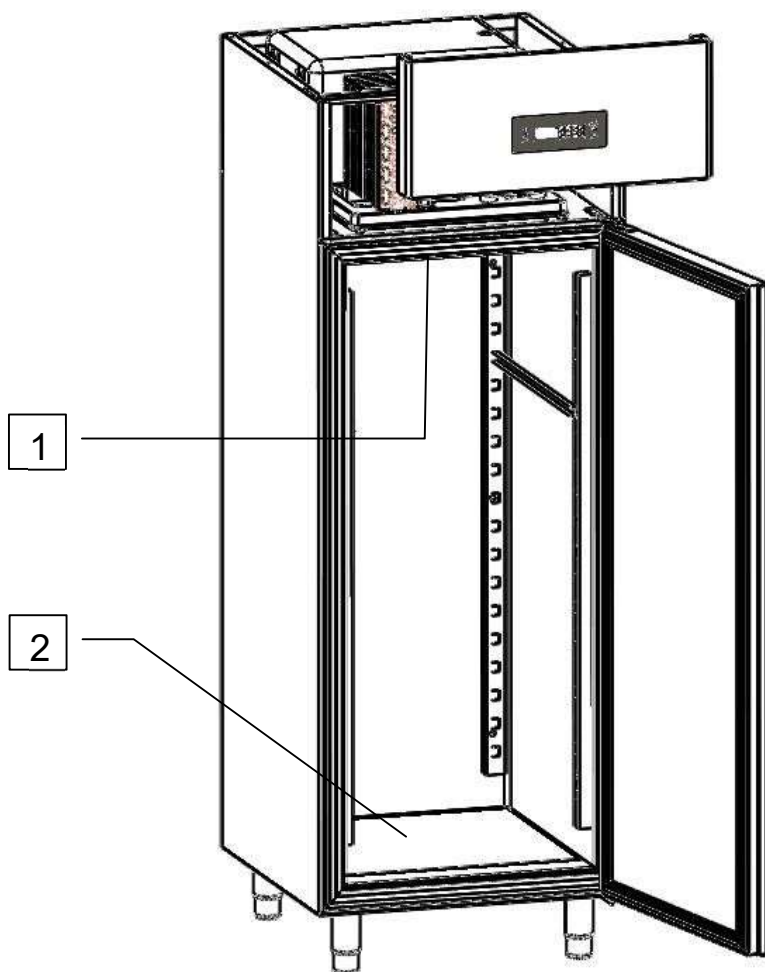

Fig. 4
- ☐ med felaktig eller blockerade luftkanaler (ref. 1 fig. 4);
- ☐ när maten som bearbetas placeras felaktigt mot ventilations galler (ref. 1 fig. 4), ventilations kanaler, eller direkt på botten av kammaren (ref. 2 fig. 4).